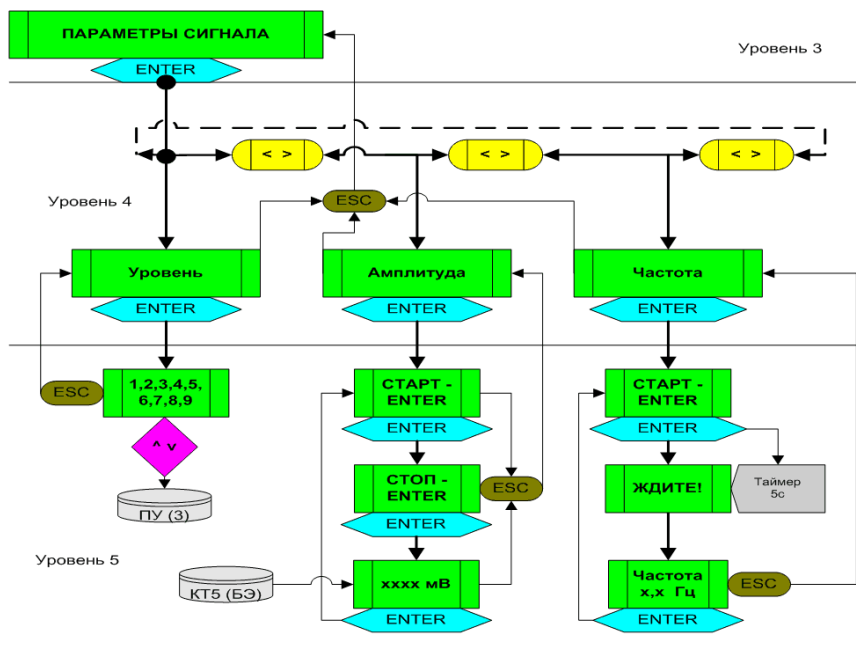

Рисунок 3.2 Структурная схема раздела «ПАРАМЕТРЫ СИГНАЛА» системного меню ПУ
3.2.2.4 Раздел «**ПАРАМЕТРЫ СИГНАЛА**» при нажатии клавиши «ENTER» переходит в 3 подраздела (4-й уровень системного меню): «**Уровень**», «**Амплитуда**», «**Частота**». Переход между подразделами осуществляется с помощью клавиш «→» или «←». Переход на более высокий уровень осуществляется с помощью клавиши «ESC». На рис. 3.2 представлена структурная схема раздела «**ПАРАМЕТРЫ СИГНАЛА**».
Для измерения резонансной частоты в системном меню (основного уровня) предусмотрен раздел «ПАРАМЕТРЫ СИГНАЛА», в который входят 3 подраздела (рис. 3.2). Процесс измерения начинается с подраздела «Амплитуда», в котором измеряется амплитуда шума в КТ5 при текущем
3.2.4.3 В разделе системного меню «ПАРАМЕТРЫ СИГНАЛА» (рис. 3.2) нажать клавишу «ENTER» и войти в подраздел «Уровень», перейти (с помощью клавиши «→») в подраздел «Амплитуда».